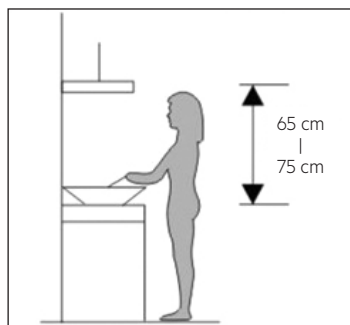

Imagen 1
- 1) La campana debe colocarse a una distancia de 65-75 cm de la superficie de confección para obtener el mejor efecto (véase la Imagen 1).
2. Use una herramienta o la mano para presionar la astilla de resorte de ambos lados de la luz LED hacia el interior, hasta que la luz se apague, vea la imagen 1, luego tire ligeramente del cable de conexión de la luz y desmonte el terminal de la luz de conexión cable. Ver imagen 2.